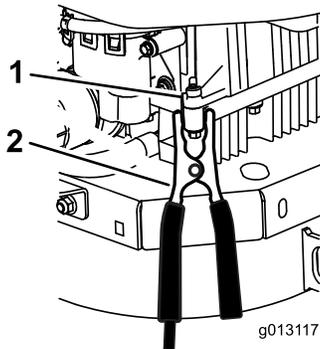

Bild 50
- Stellen Sie die letzte Verbindung am **Motorblock** (nicht am Minuspol) des nicht anspringenden Fahrzeugs, von der Batterie entfernt, her und treten Sie zurück (**Bild 50**).